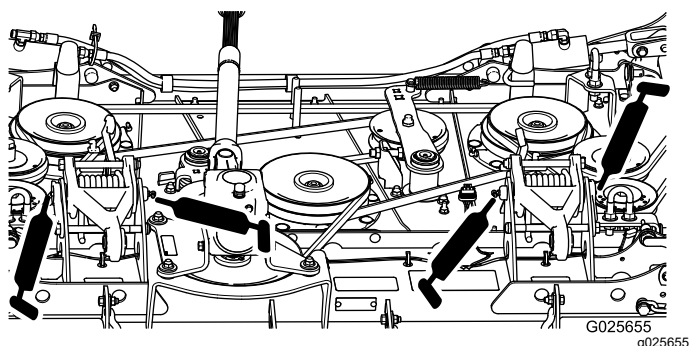

Figura 14
- Ligações das plataformas (5) (Figura 14)